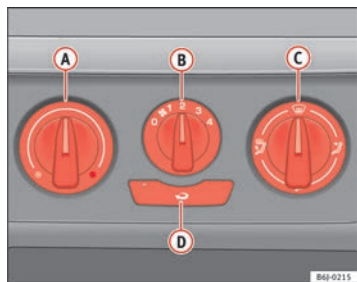

Abb. 87 In der Instrumententafel: Bedienelemente der Heizung
- Drehen Sie den Temperaturregler ⇒ Abb. 87 A nach links.
- Drehen Sie den Temperaturregler ⇒ Abb. 87 A nach rechts, bis die gewünschte Heizleistung erreicht ist.
- Drehen Sie den Temperaturregler ⇒ Abb. 87 A ganz nach rechts auf die höchste Heizleistung.
- Drehen Sie den Temperaturregler → Seite 124, Abb. 87 **A** in den Heizbereich.